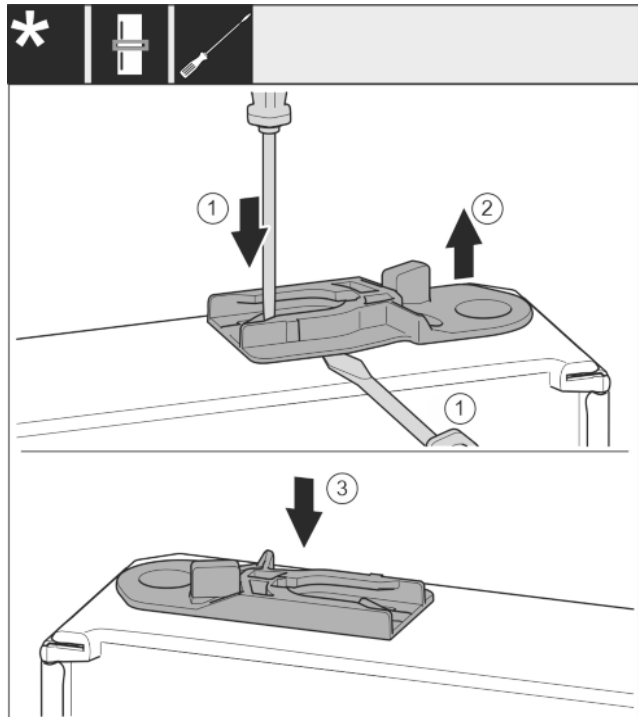

Fig. 29
- ▶ Vytiahnite vodiace puzdro: plochým skrutkovačom zatlačte strmeň a súčasne plochý skrutkovač zasuňte pod vodiace puzdro. Fig. 29 (1, 2)
- ▶ Vodiace puzdro, ktoré je súčasťou dodávky, zasuňte na druhej strane telesa. Fig. 29 (3)